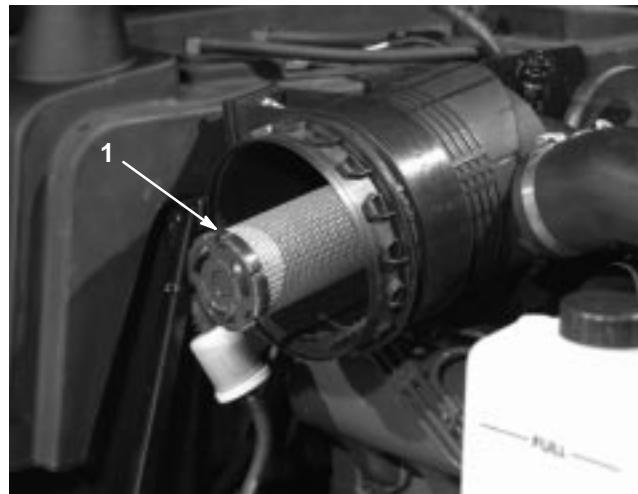

Figure 45
2. Sortez l'élément primaire (Fig. 44) du corps du filtre avec précaution pour ne pas déloger trop de poussière. Évitez de cogner l'élément contre les parois du filtre. N'enlevez pas l'élément de sécurité (Fig. 45).
**Important** N'essayez jamais de nettoyer l'élément de sécurité (Fig. 45). Remplacez-le une fois sur trois, quand vous effectuez l'entretien de l'élément primaire.